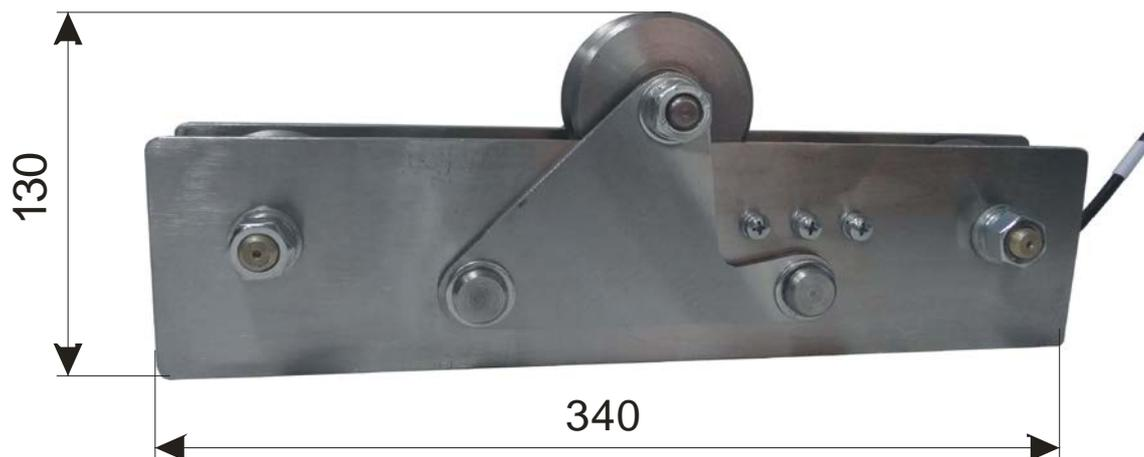

Рис. 5
- 2) датчик усилия тросовой подвесной АС-ДУС-07.2 1 шт, рис.5;
6.5. Датчик усилия тросовый роликовый подвесной, Рис.5, представляет собой прибор, преобразующий усилие, создаваемое массой поднимаемого груза и массой грузозахватных органов, действующее на грузовой трос, в электрический сигнал. В качестве чувствительного элемента использован датчик усилия Т24 фирмы "Тензо-М" класса точности 0,03%.